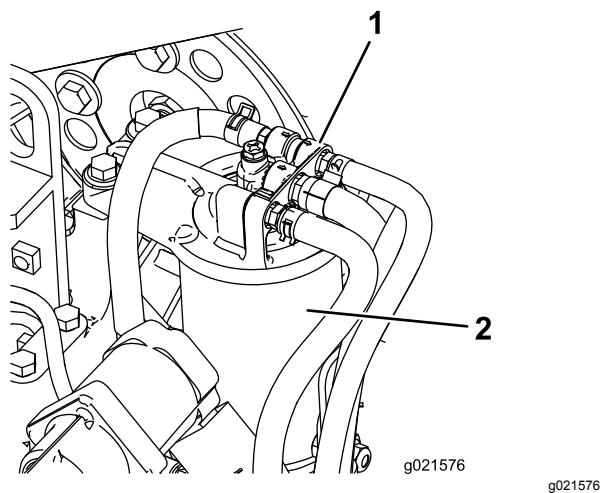

Рисунок 79
- Очистите поверхность вокруг головки топливного фильтра (Рисунок 79).
2. Снимите фильтр и очистите монтажную поверхность головки фильтра (Рисунок 79).